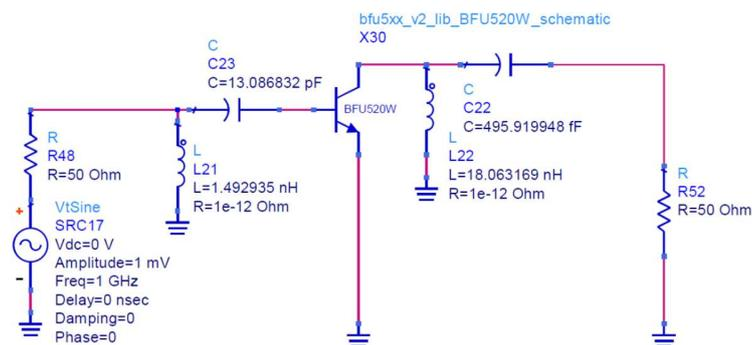
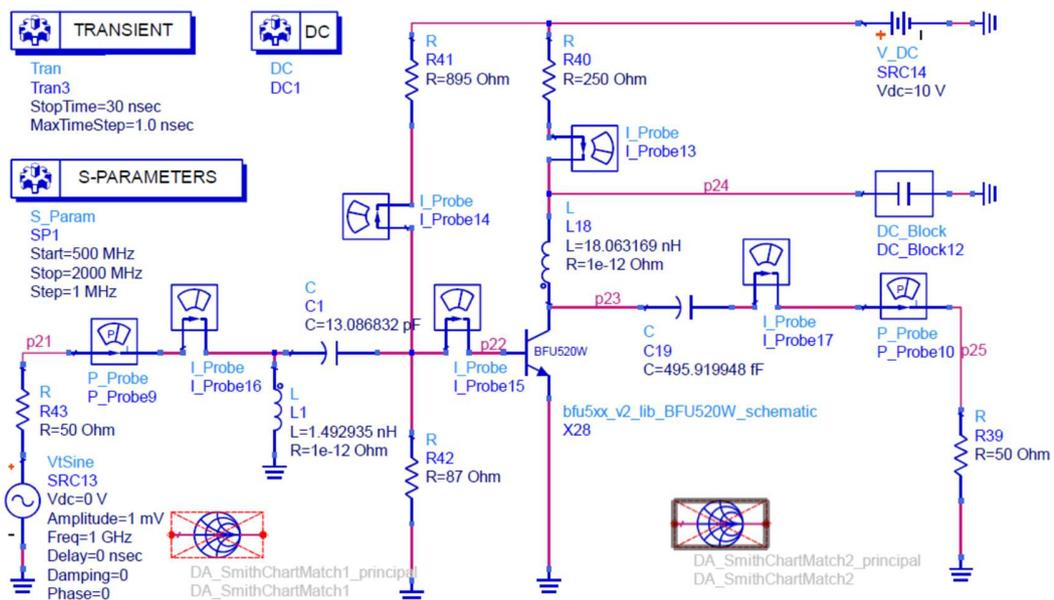
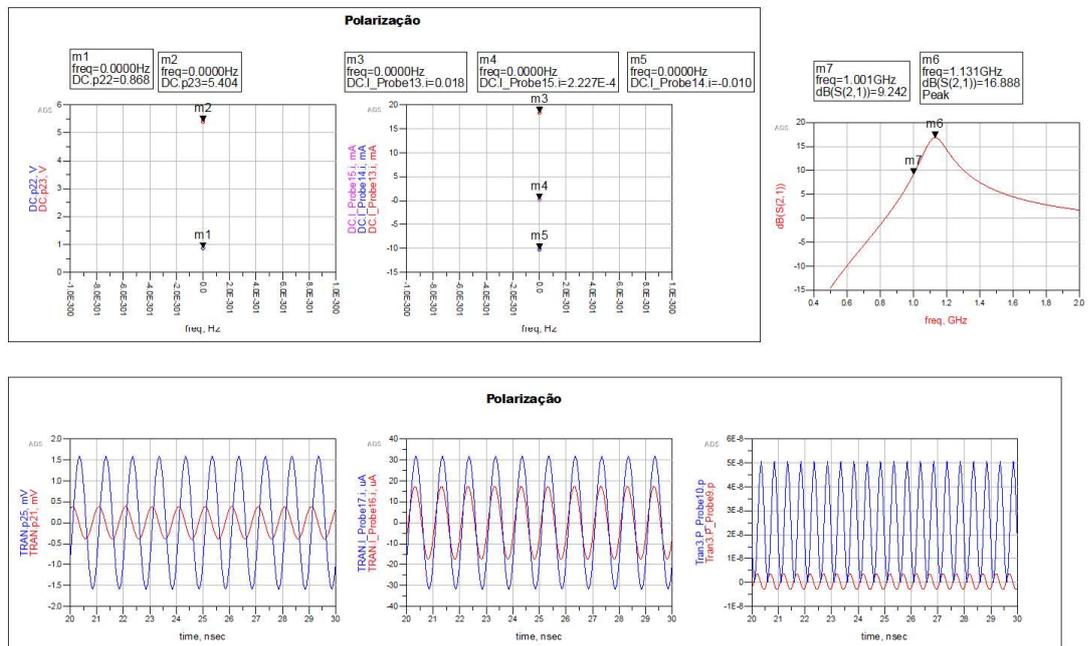

Figura 2 – Circuito AC com casamento de impedância.
Figura 4 – Circuito final de amplificação RF.
Figura 6 – Gráficos de desempenho do circuito mostrado na figura 4 e 5 anteriores.
Usando as cartas de Smith, descobre-se de quanto devem ser os indutores e capacitores necessários para se casar impedância do transistor com a fonte (figura esquerda) e com a carga (figura direita). Conforme se nota na Figura 2, insira a fonte (componente VtSine) e em seguida um resistor de 50 ohms (para indicar os efeitos da impedância de saída)
- 4) **Fazendo o casamento de impedância do transistor com as impedâncias de carga e fonte:** usando o ADS, descobrem-se os valores de L e C para o casamento de impedância gerando o circuito da Figura 2. Lembre-se (da prática 0) que para isto, você deve:
- Agora, de forma manual (inserindo capacitor e indutor) insira estes 2 elementos entre a base do transistor e a fonte, conforme Figura 2. Use os mesmos valores anotados.
- f. Repita o procedimento anterior para o casamento entre a saída do transistor e a carga. Use o valor calculado anteriormente ($17.8+167.5j$) para Z_s e de 50 ohms para Z_L . Insira os valores calculados no circuito. A versão final, com fonte e carga casados no transistor, é mostrada na Figura 2.
- 5) **Começando a montar o esquemático básico:** depois de ter usado as cartas de Smith, descobre-se de quanto devem ser os indutores e capacitores necessários para se casar impedância do transistor com a fonte (figura esquerda) e com a carga (figura direita). Conforme se nota na Figura 2, insira a fonte (componente VtSine) e em seguida um resistor de 50 ohms (para indicar os efeitos da impedância de saída) para começar a fazer a montagem do circuito.
7) **Integrando os circuitos de casamento de impedância com polarização:** depois de feita a polarização, agora junta-se os circuitos AC com casamento de impedância (Figura 2) e o DC de polarização (Figura 3a), conforme preconiza o teorema da superposição conhecido na área de circuitos elétricos. Contudo, deve-se tomar muito cuidado nesta hora pois os indutores L1 e L18 pode desfazer os cálculos da polarização DC. Neste caso, apenas o indutor L18 é um problema uma vez que o capacitor C1 blindou o escape de corrente DC pelo indutor L1. Para resolver este problema, observe que se criou um terra AC no coletor do transistor. O resultado final é o circuito da Figura 4. Monte este circuito no ADS.
- c. Com base nos circuitos da Figura 4 e 5 (são os mesmos), produza os gráficos similares ao que se vê na Figura 6. Observe que o gráfico S_{21} do circuito (de ganho) revela que a curva de ganho está próxima da frequência de 1,1GHz. Em outras palavras, este é o ponto ótimo de operação dele. E ao usarmos a frequência de 1GHz, estamos idealmente próximos a ele.